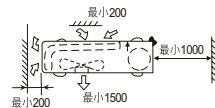

图4 机器户外部分所需空间
- (1) 安装场所必须满足如下要求:
- 确定机器四周留有充分空间，并尽可能地远离障碍物，以便操作和维修，见图4。